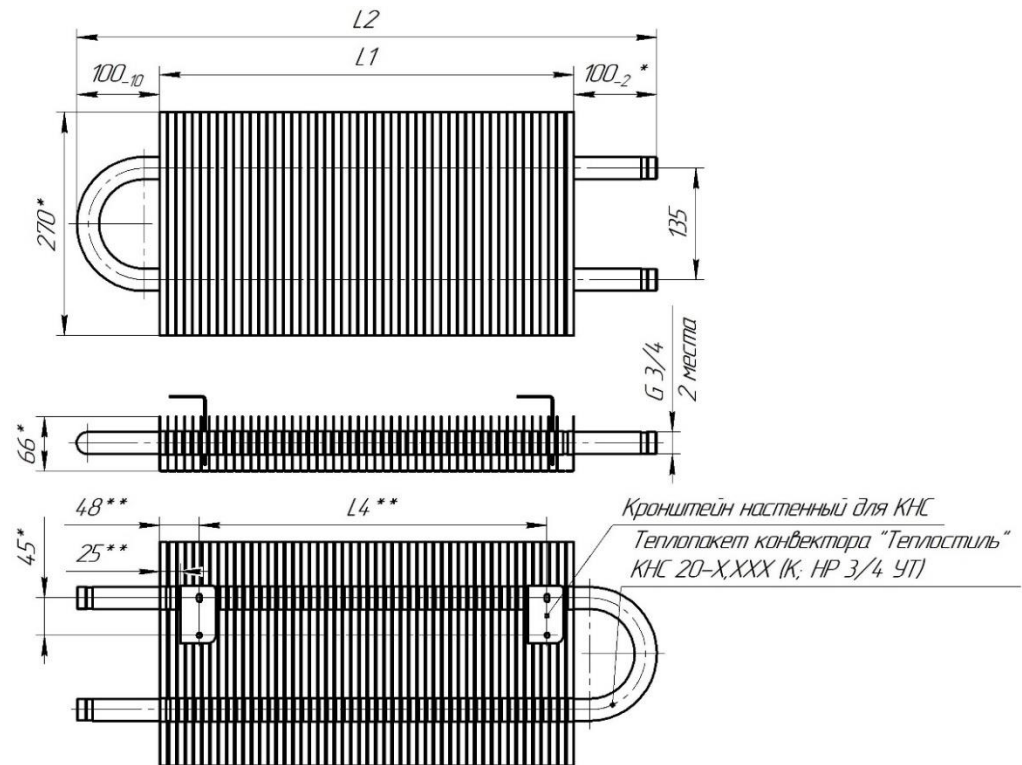

Рис. 1 Конвектор TEPLA Start.
- 1.3. Конвекторы выпускаются в концевом или проходном исполнении, с патрубками для подвода теплоносителя, расположенными с правой или левой стороны прибора, концы присоединительных патрубков гладкие (под сварку) или с раструбами с резьбой наружной G 3/4" (НР ¾) или с резьбой внутренней G 1/2" (ВР ½), габаритные и присоединительные размеры указаны в рис. 1.